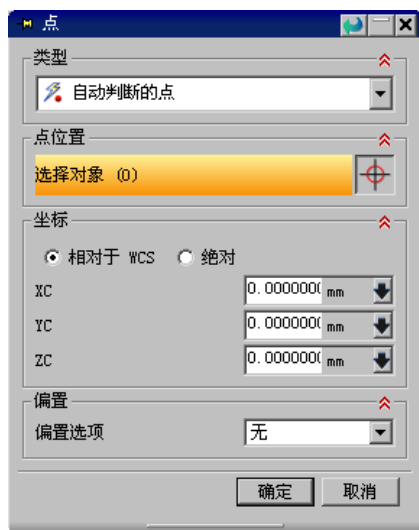
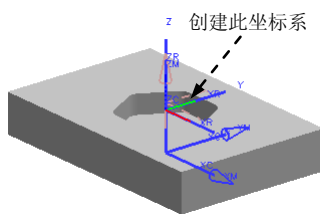

图 2.4.5 “点”对话框
图 2.4.6 机床坐标系
Step5. 单击“CSYS”对话框**操控器**区域中的“点对话框”按钮，系统弹出图 2.4.5 所示的“点”对话框，在“点”对话框的“ZC”文本框中输入值 10.0，单击 **确定** 按钮，此时系统返回至“CSYS”对话框，在该对话框中单击 **确定** 按钮，完成图 2.4.6 所示的机